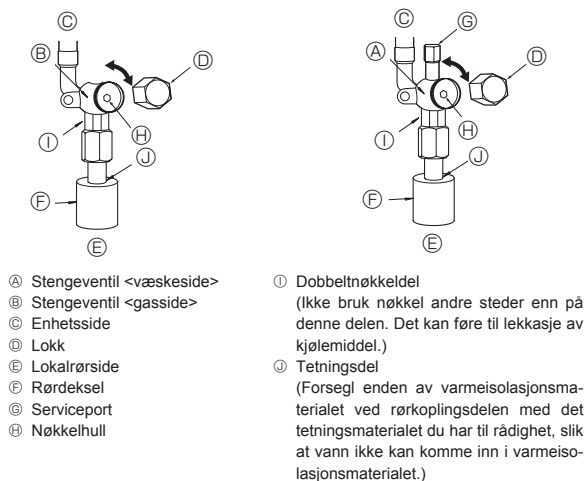

Fig. 4-4
- ⑤ Bruk tetningsmiddel til å forsegle endene på varmeisolasjonen rundt rørforbindelsesdelene for å forhindre at det kommer vann inn i varmeisolasjonen.
4.4. Metode for å teste om kjølemiddelrør er lufttett (Fig. 4-4)